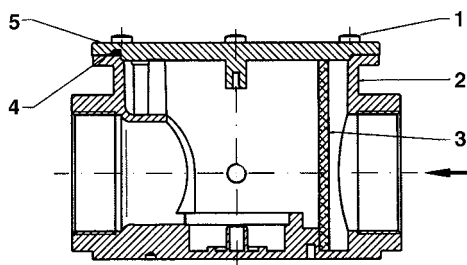
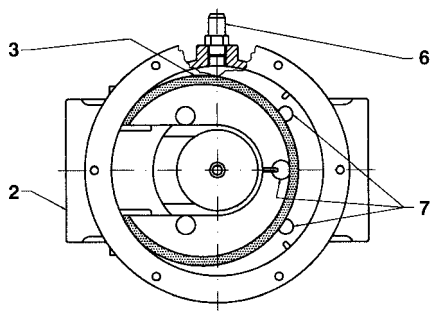

Рис. 25b
Рис. 25c - Вид сверху без крышки
С резьбовым соединением - Рис. 25b и Рис. 25c
После того, как вы убедитесь, что внутри фильтра нет газа, снимите крышку (5) отвинтив крепёжные винты (1). Снимите фильтровальный патрон (3), промойте его водой с мылом, продуйте сжатым воздухом (или замените его при необходимости) и установите его на прежнее место, проверив, что он расположен между соответствующими штифтами (7), контролируя, чтобы не было препятствий для установки крышки (5). Затем установите крышку (5), следя, чтобы кольцо-прокладка (4 на Рис. 25b) было установлено в соответствующий паз.
Описание (Рис. 25b - Рис. 25c)